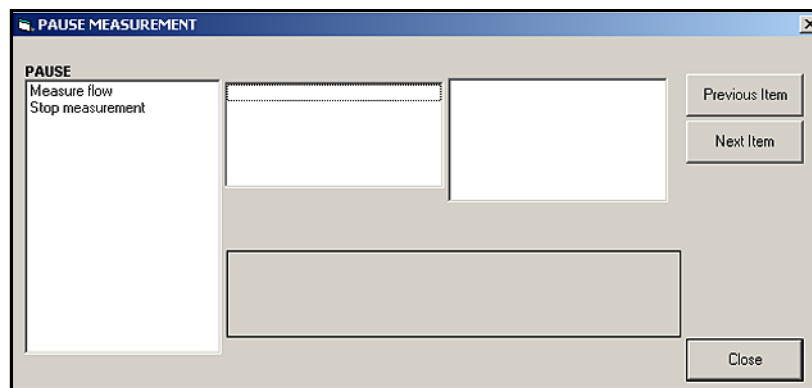

Figure 21: La fenêtre *Pause Measurement*
2. Développez l'option *Edit Functions* (éditer les fonctions), puis cliquez deux fois sur l'entrée *Pause Measurement* (mettre en pause le processus de mesure). Une fenêtre similaire à la *Figure 21* ci-dessous s'ouvre.